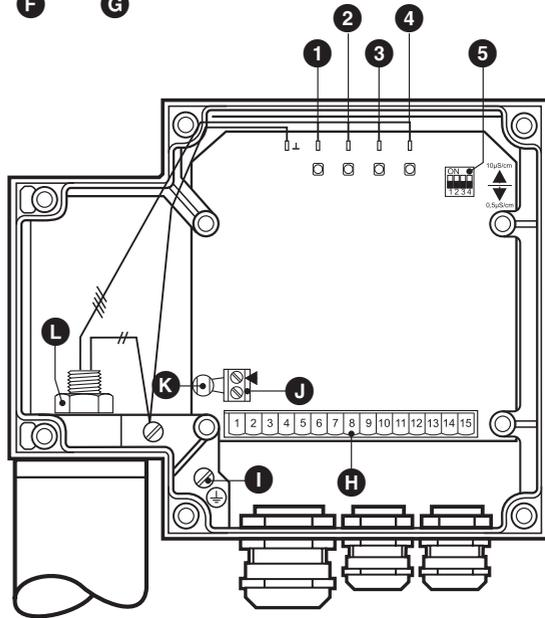

Fig. 7
3. Aflojar el tornillo **L** con la llave de boca de 17 mm. ¡No quitar el tornillo! **Fig. 7**